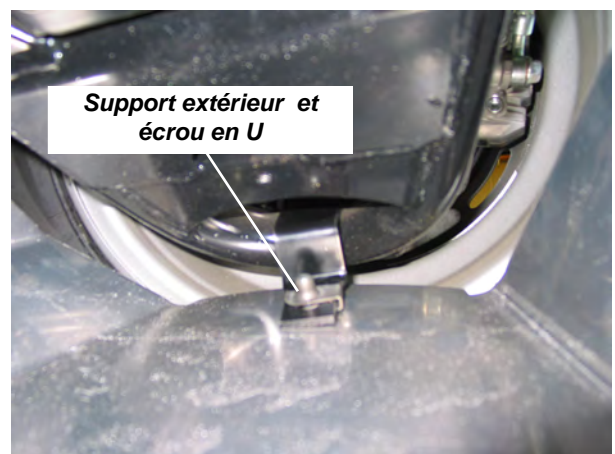

Figure 3
3. Fixez l'écrou en U (B4) sur le support extérieur (A5). (Figure 2) Installez le support sur la protection (A1) tel qu'indiqué à la figure 3, à l'aide d'un boulon 5/16 po (B3).
4. Installez la protection sur le bras triangulaire en plaçant le support (A5) sur l'extrémité du bras triangulaire et en positionnant la protection en la tournant, tel qu'indiqué. **(Figure 3)**